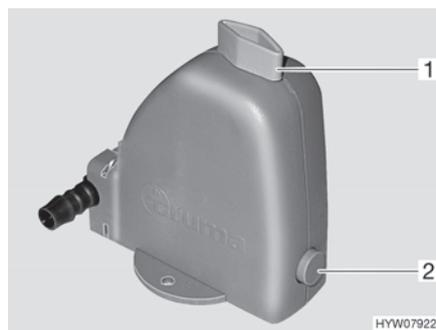

Fig. 65 Válvula de seguridad/purga
La calefacción está equipada con una válvula de seguridad/purga (Fig. 65). La válvula de seguridad/purga evita que el agua para la preparación de agua caliente se congele cuando no esté conectada la calefacción en caso de congelación.
- Cerrar la válvula de seguridad/purga. Para ello, girar el botón giratorio (Fig. 65,1) a la posición transversal en referencia a la válvula de seguridad/purga y hundir el botón (Fig. 65,2).
- Abrir la válvula de seguridad/purga. Para ello, girar el botón giratorio (Fig. 65,1) a la posición longitudinal en referencia a la válvula de seguridad/purga. El botón (Fig. 65,2) salta hacia fuera. El depósito de agua sanitaria se vacía hacia fuera a través de la válvula de seguridad/purga.